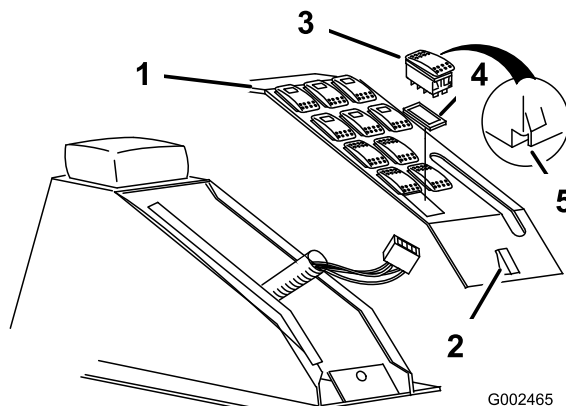

Figura 17
1. Retire el panel de control de pulverización para tener acceso a su cara inferior (Figura 17).
2. Retire el tapón de la ranura del Sonic Boom del panel de control de pulverización del vehículo e instale el interruptor basculante suministrado en su lugar (Figura 17).
Nota: Asegúrese de que la orientación del interruptor coincide con lo indicado en Figura 17, con la muesca orientada hacia la parte delantera del vehículo.